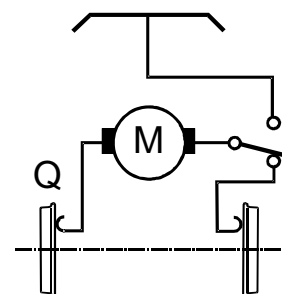

Abb. 1
**2.2** Um die Wahl zwischen beiden Speisungsarten zu gestatten, ist eine der beiden Motorklemmen dauernd mit den Rädern einer Fahrzeugseite (gemeinsame Seite) zu verbinden; durch einen Umschalter wird die andere Klemme entweder mit den Rädern der anderen Seite oder mit dem Stromabnehmer verbunden (Abb. 1). Die Räder der beiden Seiten müssen gegeneinander isoliert bleiben.